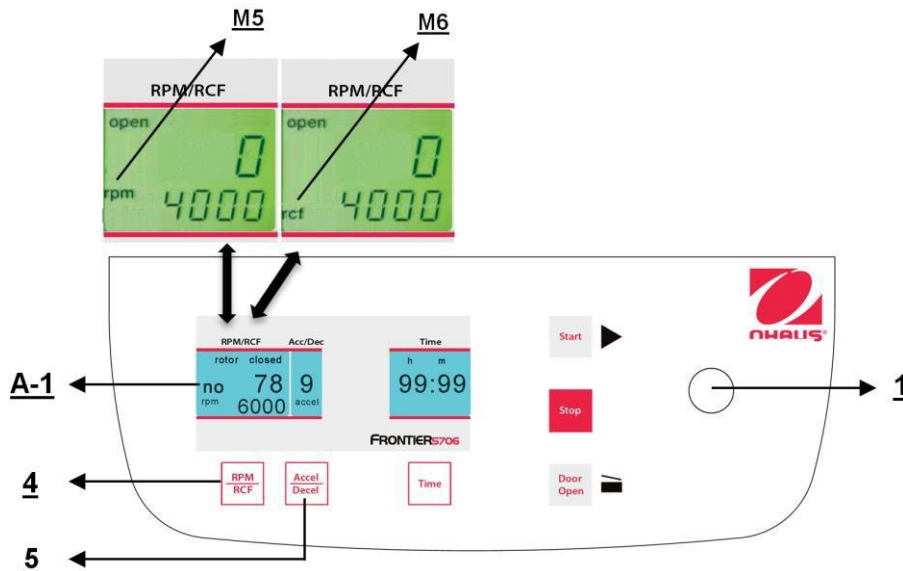

Figure. 19
Cette présélection est activée au moyen de la touche **"RPM/RCF"** (4) (voir la figure 19 ci-dessous). En appuyant sur la touche une fois, le mot **"rpm"** (M5) clignote. En appuyant sur la touche deux fois, il est possible de présélectionner les forces centrifuges. Le mot clignotant **"rcf"** (M6) apparaît alors. L'utilisateur peut définir les valeurs désirées avec le bouton de réglage (1). Sur l'affichage (A-1), la valeur réglée est présentée en permanence, avant, pendant et après la centrifugation.